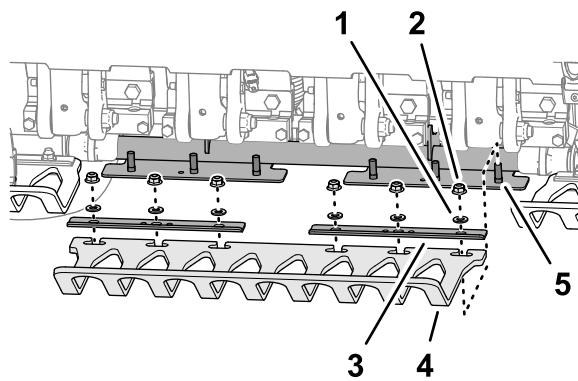

Figura 39
**Nota:** La fábrica entrega abrazaderas de protectores del césped, arandelas y tuercas con arandela prensada instaladas en los soportes de los protectores de césped (Figura 39).